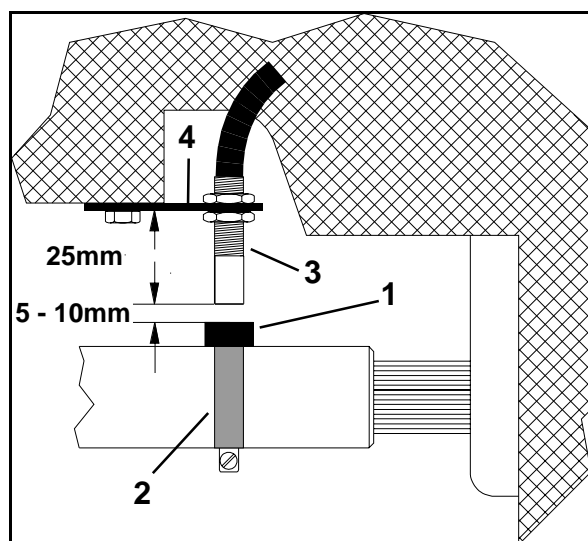

Fig. 188
1. Befestigen Sie den Magneten (Fig. 188/1) mit der Schlauchschelle (Fig. 188/2) an der Kardanwelle.
2. Befestigen Sie den Sensor (Fig. 188/3) mittels Universalhalter (Fig. 188/4) gegenüber vom Magnet am Fahrzeugrahmen.